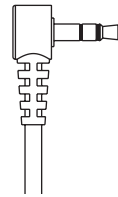
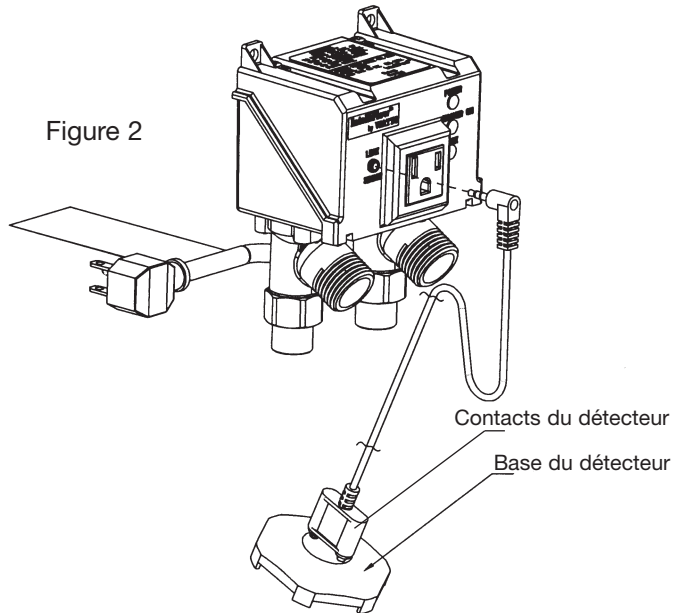

Figure 1
Figure 2
1. Insérez les contacts du détecteur de fuite dans les deux orifices situés en haut de la base du détecteur, jusqu'à ce que la prise arrive à un arrêt (Figure 2).
3. Insérez la fiche du détecteur de fuite (Figure 1) dans la prise du détecteur en façade (Figure 2).